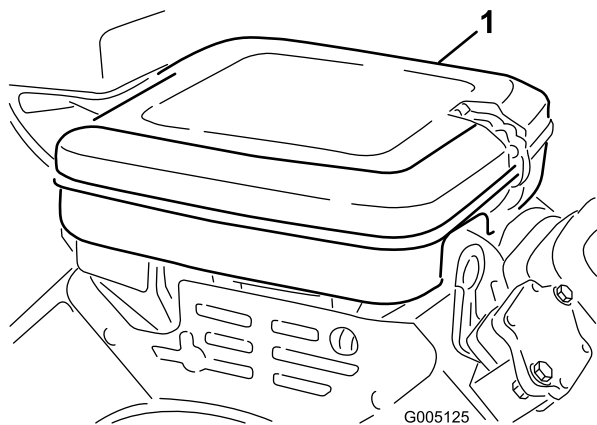

Figura 43
1. Liberte os dispositivos de bloqueio e retire a cobertura do filtro de ar (Figura 43). Limpe bem a cobertura.